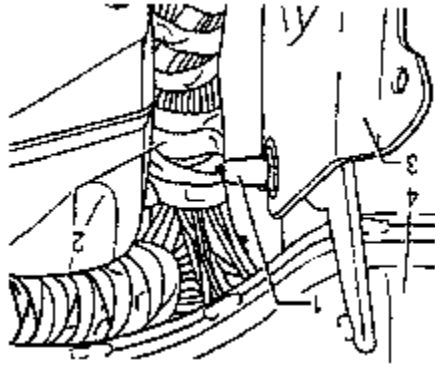

图 13-18 紧固螺钉的安装
(3) 紧固螺钉在仪表板横梁和左边梁上的安装，如图 13-18 所示，为防止仪表板上的线束 2 受到损伤，必须注意在仪表板横梁 4 的上部紧固螺栓上以及左边梁 3 上，必须装上护帽 1。